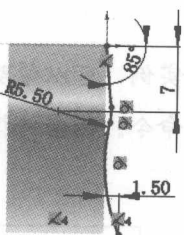

图 1.15 横断面草图
(2) 定义特征的横断面草图。
① 定义横断面草图。在草图环境中绘制图 1.15 所示的横断面草图。
② 选择下拉菜单 **插入(I)** → **退出草图** 命令, 退出草图环境, 此时系统弹出“斜接法兰”窗口。
(3) 定义斜接法兰参数。定义法兰位置: 在 **斜接参数(M)** 区域中, 单击“折弯在外”按